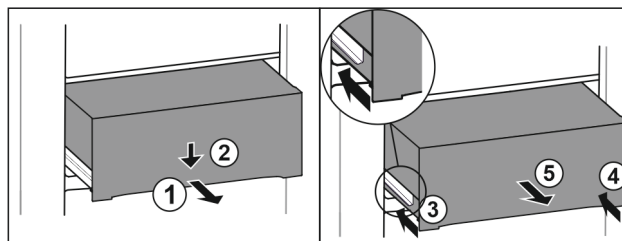

Fig. 131
- ▶ Træk skuffen halvt ud. Fig. 131 (1)
- ▶ Tryk skuffen ned på forsiden. Fig. 131 (2)
- ▶ Skub venstre skinne ca. 2 cm ind. Fig. 131 (3)
- ▶ Skub højre skinne ca. 2 cm ind. Fig. 131 (4)
- ▶ Tag skuffen ud fremefter. Fig. 131 (5)